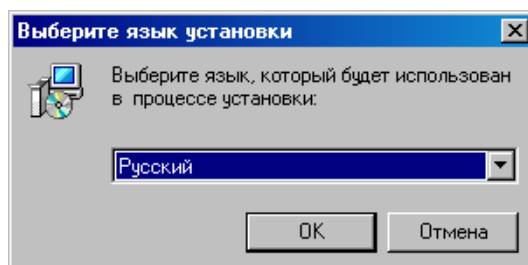

Рис.14. Выбор языка установки программы
- После запуска программы Setup на экране монитора появится диалоговое окно с предложением выбрать язык установки Русский/English (Рис.14).